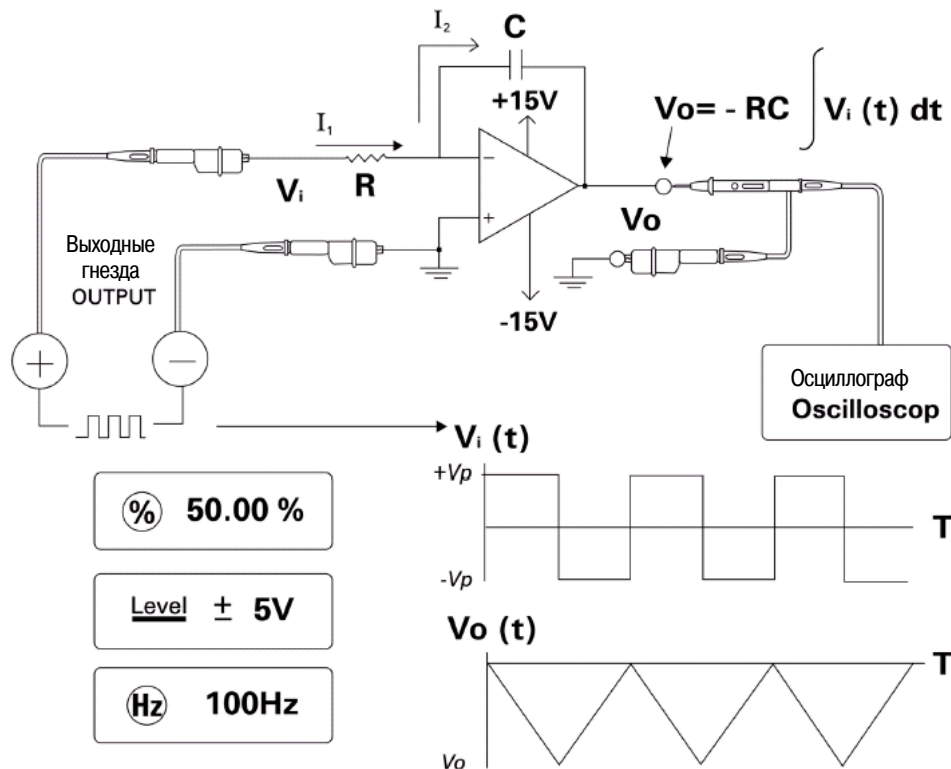

Рис. 5-15 Преобразование сигнала прямоугольной формы в сигнал треугольной формы
Схема интегратора, показанная на рис. 5-15, обеспечивает выходное напряжение, пропорциональную интегралу входного напряжения. Одним из многих вариантов применения интегратора является преобразование сигнала прямоугольной формы в сигнал треугольной формы.
3. Подключите операционный усилитель, как показано на рис. 5-15.